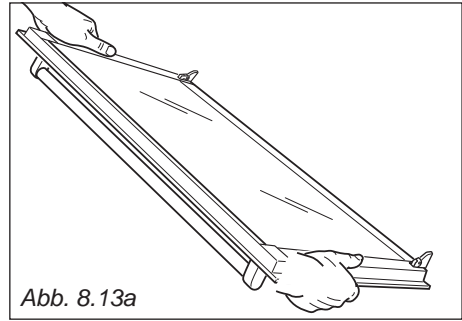

Abb. 8.13a
1. Halten Sie die Tür fest (Abb. 8.13a).